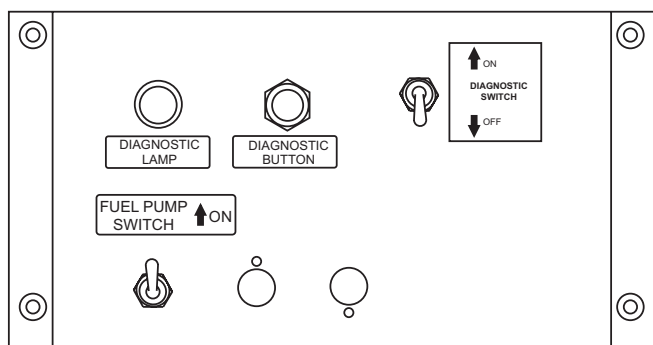

Figure 75. Panneau de diagnostic
5. Pour lancer le processus de diagnostic, placez **l'interrupteur de diagnostic sur la position ON** (Figure 75).